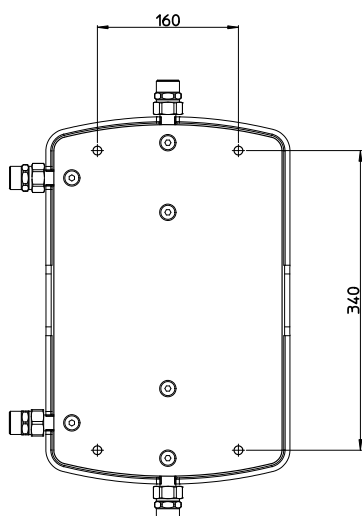

Figura 2: pilastrina posteriore per l'installazione a muro del modulo
- ✓ Individuare e identificare la posizione dei 4 fori da realizzare sul muro secondo lo schema in *Figura 2*;